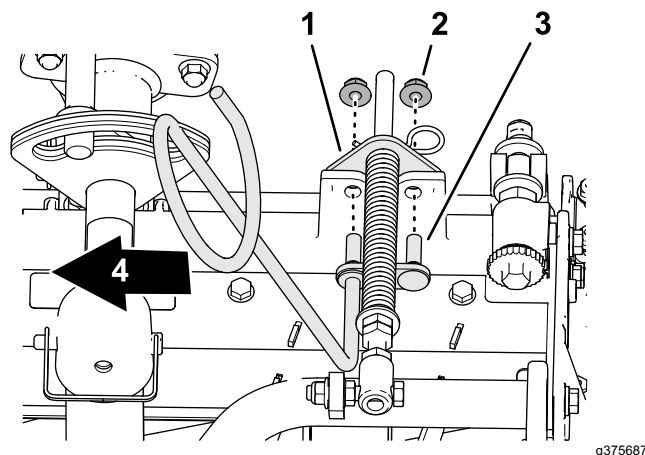

Figura 11
5. Alinhe os pinos do guia da mangueira esquerda com os orifícios na estrutura da unidade de corte e no suporte de compensação do gramado (Figura 11).